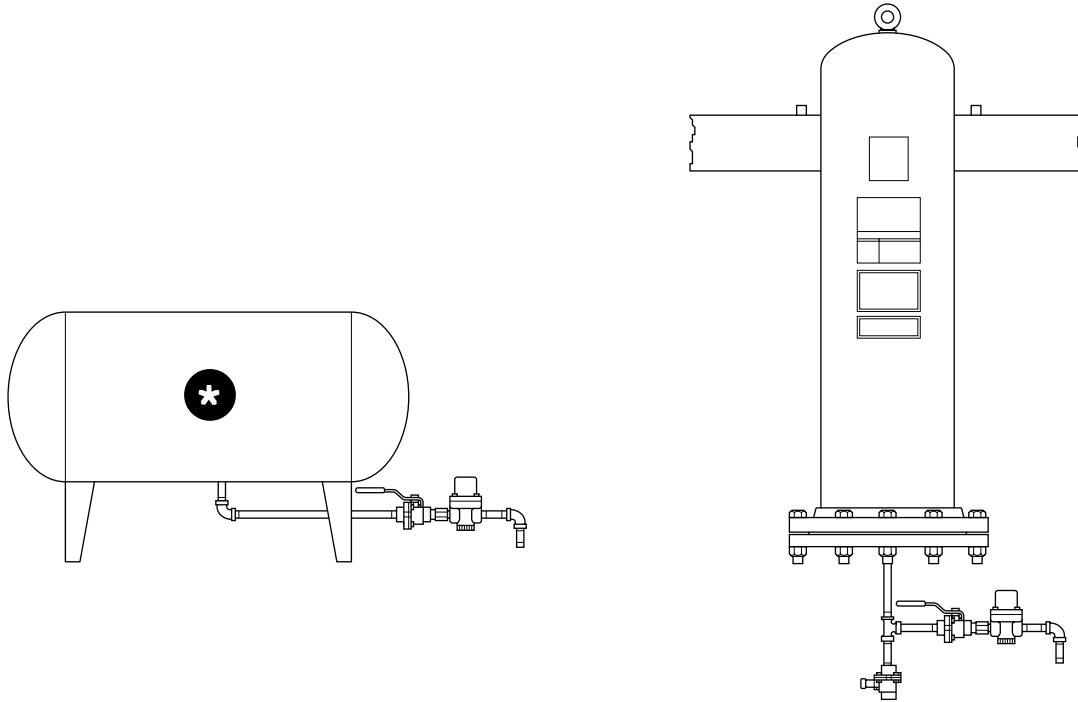

FIGURE 1
8. Monte la unidad con la parte de la caperuza de la válvula hacia arriba y localice la válvula de drenaje lo más baja posible como se muestra. (Figure 1)